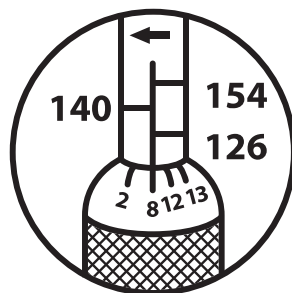

FIG1 112Nm
2. Drehen Sie den Rändelgriff im Uhrzeigersinn, bis die 8-Nm-Markierung an der abgeschrägten Kante des Griffs ausgerichtet ist. Verriegeln Sie den Griff sicher, indem Sie die Kontermutter im Uhrzeigersinn drehen. Jetzt ist der Schlüssel auf 120 Nm eingestellt und einsatzbereit. Siehe Abbildung 1 und 2.